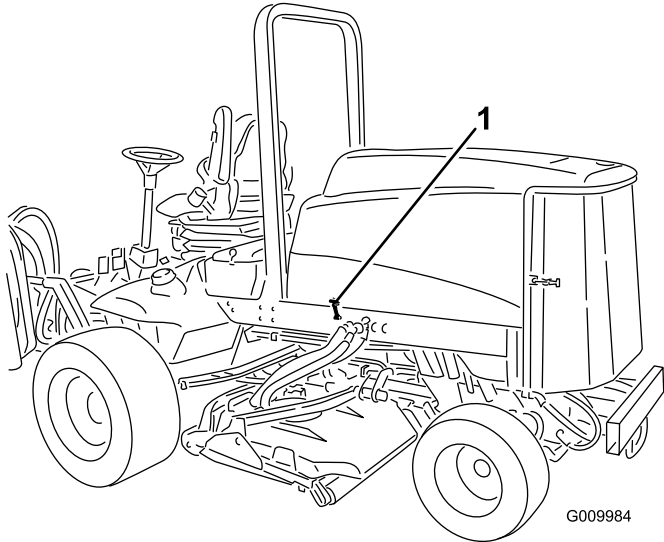

Bild 21
1. Lösen Sie die Haubenriegel (Bild 21) und schwenken die Haube nach oben.